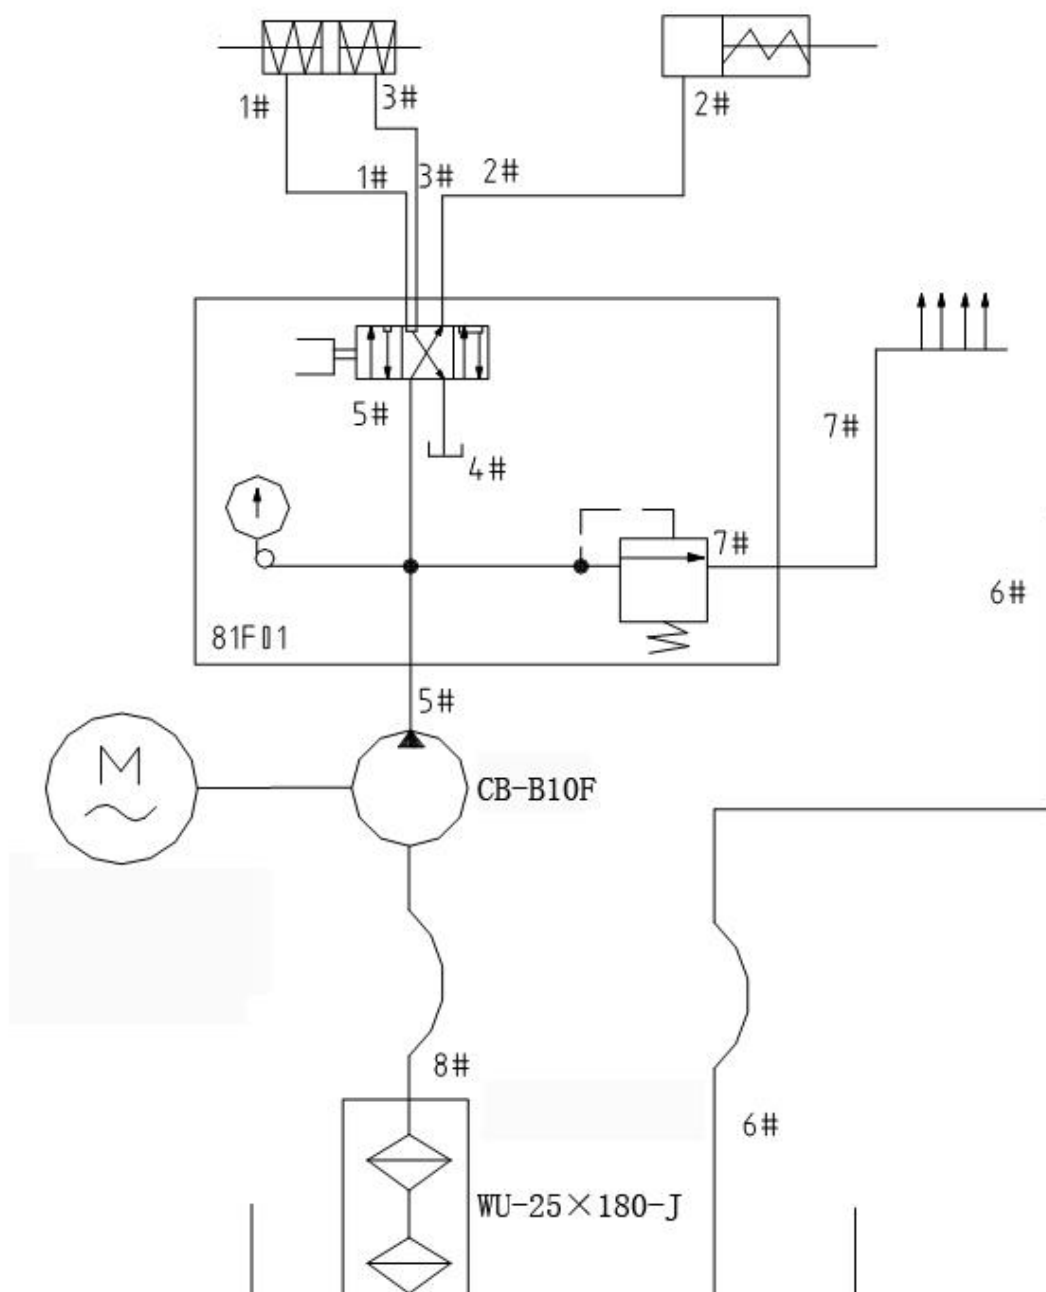

Рис. 9. Принципиальная гидравлическая схема станка размером 1500-3000 мм
8.6. Принципиальная гидравлическая схема (см. рис. 9)